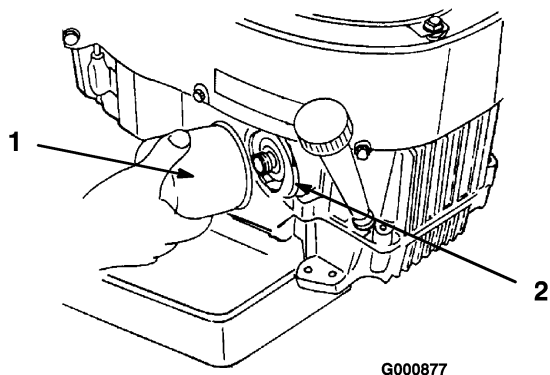

Figure 23
2. Retirez le filtre usagé (Figure 23).
4. Posez le filtre à huile de rechange sur l'adaptateur. Tournez le filtre dans le sens horaire jusqu'à ce que le joint rejoigne l'adaptateur, puis donnez 3/4 tour supplémentaire (Figure 23).